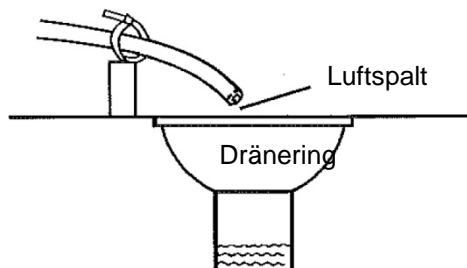

Bild 7 Dräneringsledning med luftspalt
**WARNING:** Sätt aldrig en dräneringsledning direkt i en dränering, avloppsledning eller i ett vattenlås (bild 7). Se alltid till att det finns en luftspalt mellan dräneringsledningen och avloppsvattnet för att förhindra möjligheten att avlopp sugas in i behandlingsenheten.